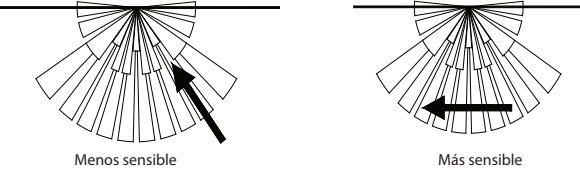

Figura 3
5. Siempre que sea posible, monte el sensor en la esquina de la habitación para que el camino lógico de una persona interfiera el patrón de detección del ventilador. Los sensores PIR responden más eficazmente al movimiento a lo largo del dispositivo que al movimiento directamente hacia él. (FIGURA 3).